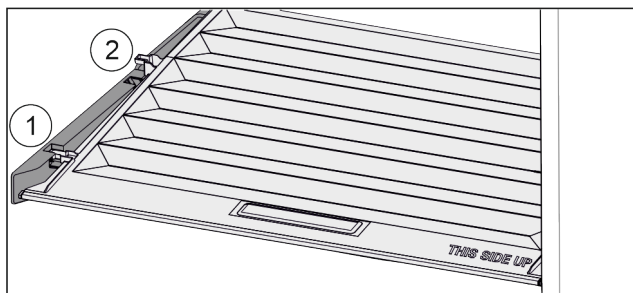

Fig. 31
- Veko potiahnite dopredu až k otvoru v prídržných dieloch Fig. 31 (1).
- Vzádu ho nadvihnite zospodu a zložte smerom nahor Fig. 31 (2).